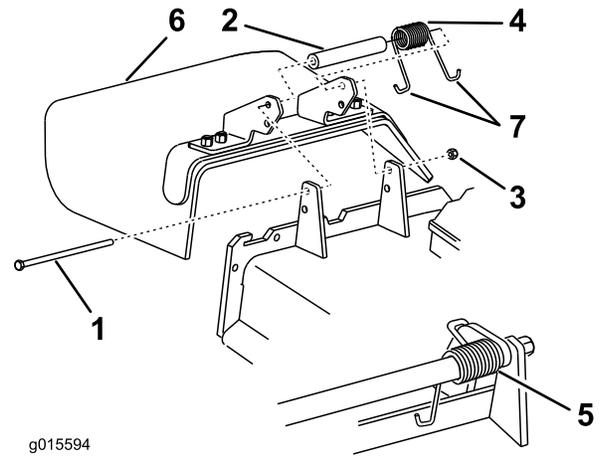

Figura 100
Nota: Asegúrese de colocar un extremo en **J** del muelle detrás del reborde de la carcasa antes de instalar el perno, según se muestra en Figura 100.
6. Coloque un extremo en **J** del muelle alrededor del deflector de hierba (Figura 100).
1. Retire la contratuerca, el perno, el muelle y el espaciador que sujetan el deflector a los soportes de pivote (Figura 100).
2. Retire el deflector de hierba dañado o desgastado (Figura 100).